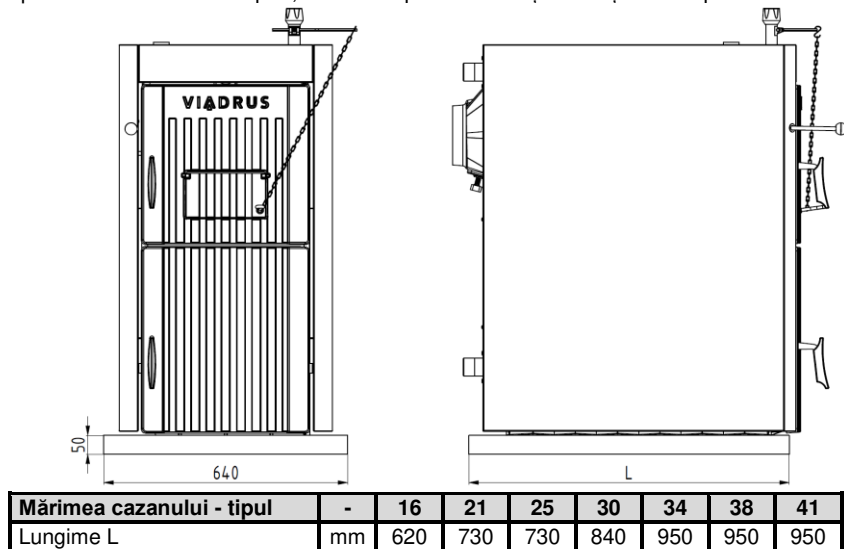

Fig. nr. 10 Dimensiunile postamentului
- Amplasare pe podea din material neinflamabil (fig. nr. 10):
- la instalarea și la utilizarea cazanului trebuie respectată distanța de siguranță de 200 mm față de materialele inflamabile din clasa de inflamabilitate A1, A2, B și C (D);
- la materialele ușor inflamabile din clasa de inflamabilitate E (F), care ard rapid și ard de sine și după îndepărtarea sursei de aprindere (de ex. hârtia, cartonul stratificat, cartonul asfaltat și gudronat, lemnul și plăcile fibrolemnoase, masele plastice, pardoseli) distanța de securitate se dublează, adică 400 mm;